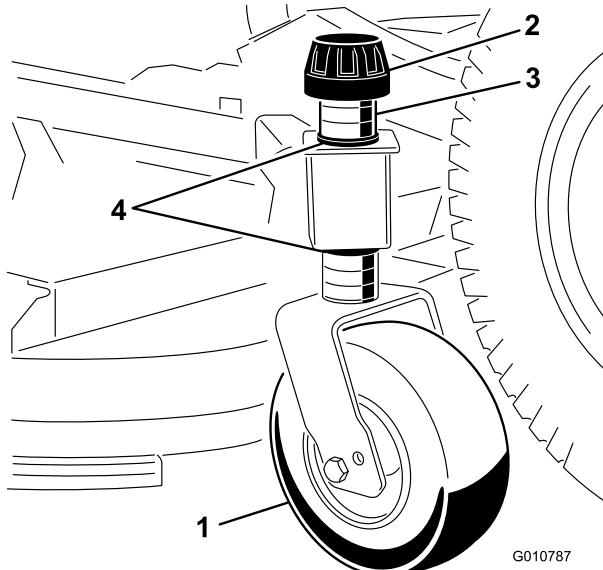

Figura 9
- Retire el casquillo tensor que sujeta la rueda niveladora a los soportes de la unidad de corte (Figura 9).